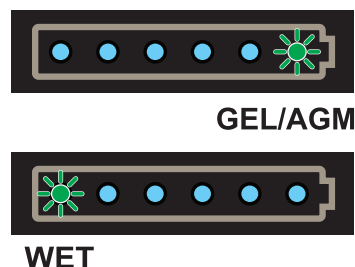

Figure 2
10. (Si présente) tourner la clé de contact (41) sur « I ».
Pousser sur le bouton principal (42) pour mettre la machine en marche, puis relever le réglage courant en vérifiant, dès les premières secondes, la del clignotante dans le symbole de batterie (figure 2) :
11. S'il faut modifier le réglage, pousser pendant 3 secondes sur le bouton (44).
12. Dans les 3 secondes, pousser brièvement sur le bouton (44) pour sélectionner le nouveau réglage.